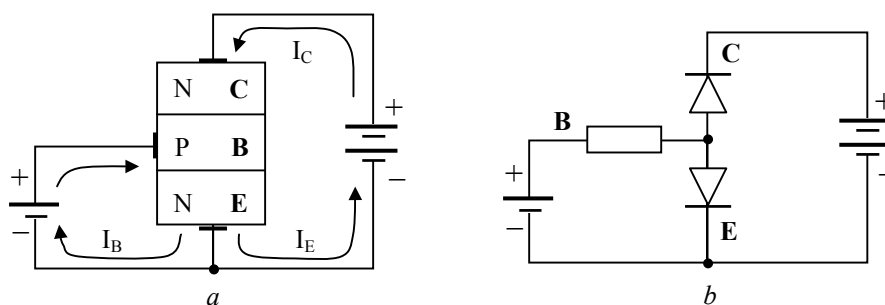
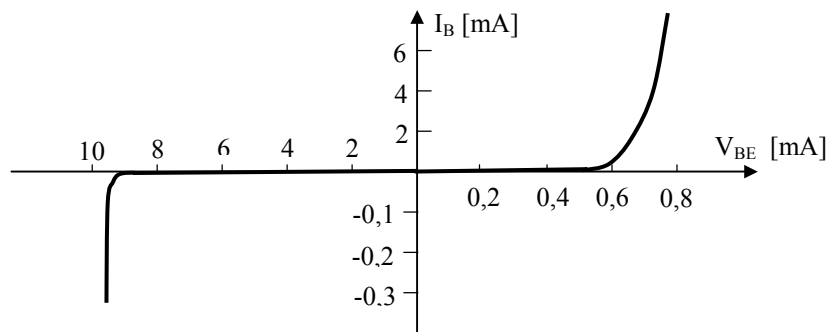

Fig. 1 Structura de regiuni a tranzistorului npn (a) și structura de diode (b)
Fig. 3 Caracteritici directă și inversă pentru jonctiunea bază-emitor
Un tranzistor este un dispozitiv cu trei regiuni, așa cum se prezintă în fig. 1. Joncțiunea bază-emitor formează o diodă, iar joncțiunea bază-colector o altă diodă. Fiecare din aceste joncțiuni pot funcționa ca diode și fiecare are propria sa caracteristică. Doparea diferită a joncțiunii bază-colector dă diodei formate de această joncțiune o tensiune de străpungere inversă mult mai mare decât cea a diodei bază-emitor. Amândouă străpungerile sunt foarte abrupte, așa cum se arată în fig. 3 pentru joncțiunea bază-emitor.
Două diode conectate în opoziție nu formează un tranzistor. Curenții prin tranzistor circulă așa cum se indică în fig. 1, a. Joncțiunea bază-emitor este polarizată în mod normal în sens direct, cu un curent de bază mic. Joncțiunea bază-colector este în mod normal polarizată invers, cu un curent mare, datorită amplificării controlate a
5. Se alimentează montajul și se reduce rezistența, urmărind indicațiile voltmetrului și microampermetrului. Nu trebuie să se observe nici un curent până la atingerea străpungerii. Atenție! Nu se va depăși valoarea de $50\text{ }\mu\text{A}$ a curentului, întrucât se poate distruge tranzistorul. Nu lăsați să circule curent decât câteva secunde. Se înregistrează datele în Tabelul 1. Se obține o caracteristică ca în fig. 3.